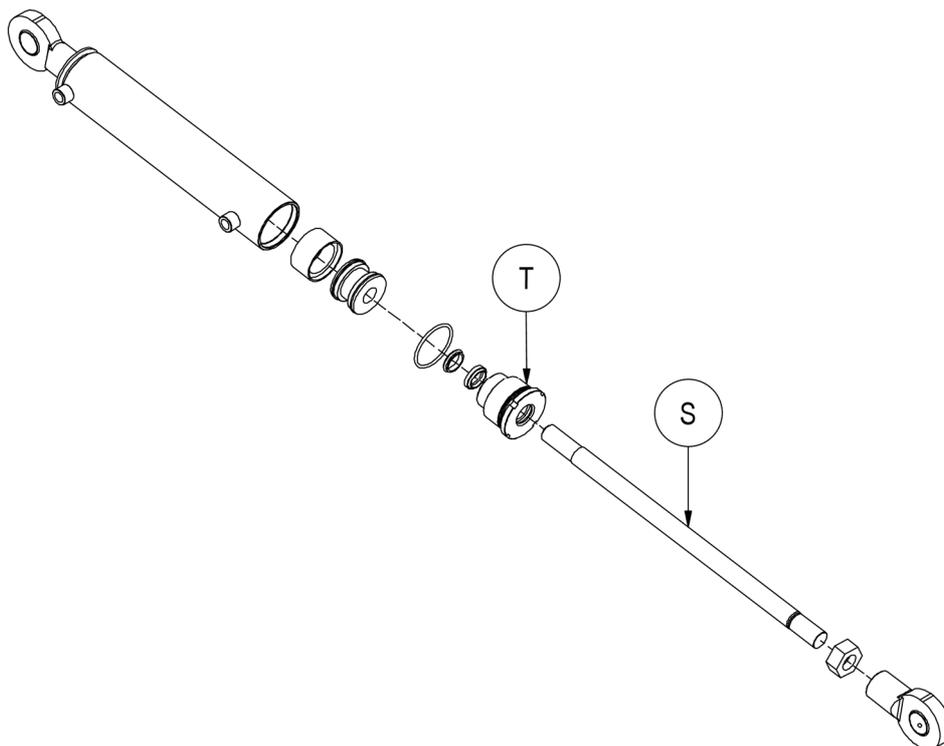

Figure 28
8. Prendre comme référence la *Figure 28*.